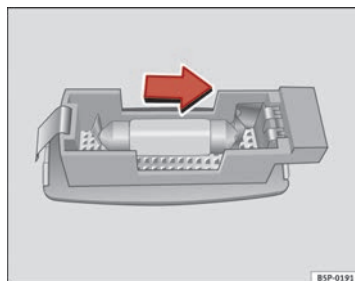

Fig. 200 Desmontaje luz del parasol
- Retire la luz con cuidado, utilizando un destornillador por su parte plana, tal como indica la figura → fig. 200.
- Retire la lámpara, moviéndola en el sentido de la flecha y hacia afuera → fig. 200.